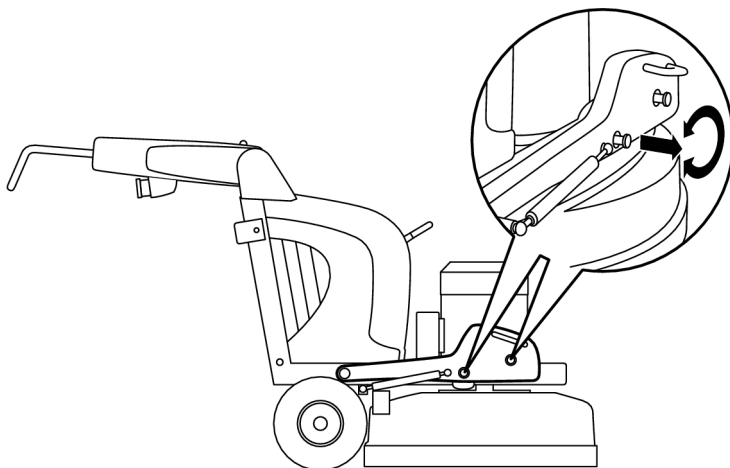

Bild 4-6. Vikter fällda framåt
- Dra varje sprint utåt och lås i utdraget läge genom att vrida dem i pilens riktning, se Bild 4-6, sidan 20.
För att få ett högre sliptryck och därmed ökad slipeffekt ska vikterna fällas framåt, se Bild 4-6, sidan 20.